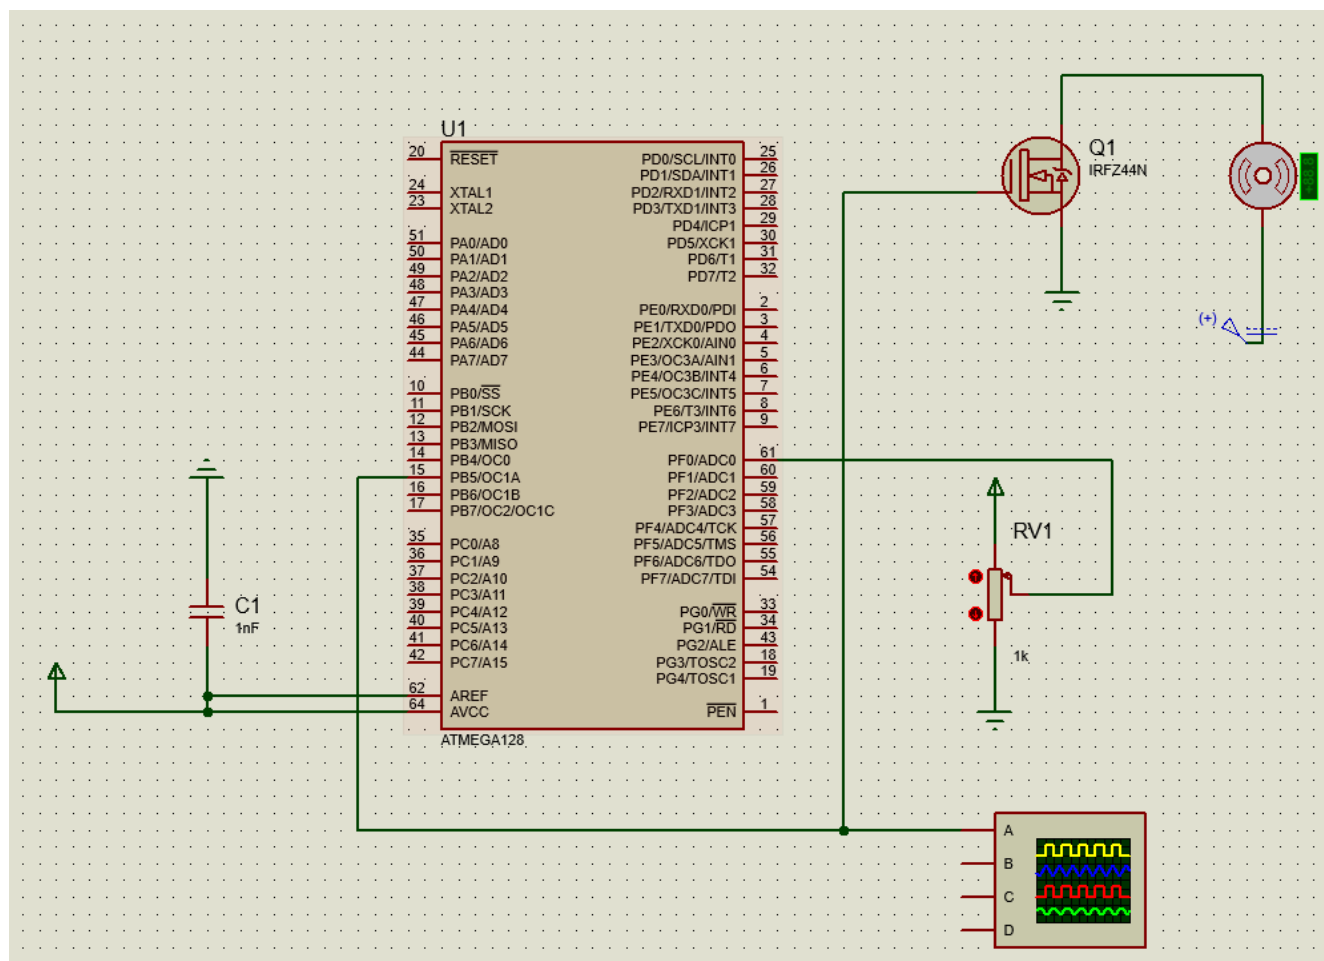

Рис.7.7. Схема керування двигуном за допомогою ШІМ сигналу.
3. Зібрати схему керування двигуном рис.7.7.